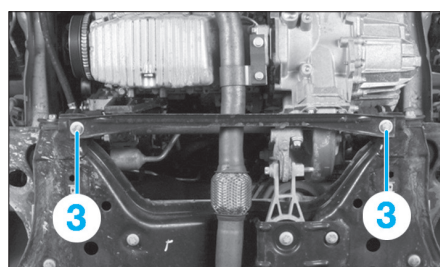

Fig. 18
- les vis de fixation (3) du renfort de berceau (Fig.18),